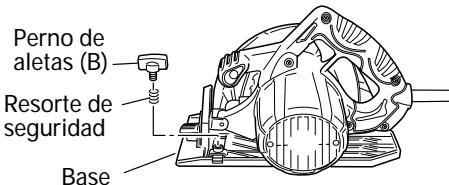

Fig. 6
3. Regulación de la guía (Guía de corte) (Fig. 6, 7) Accesorio opcional